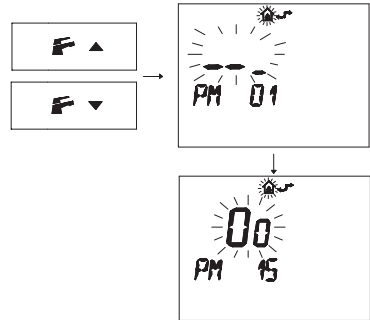

Figura 5.33
- Premere i pulsanti **F**▲ o **F**▼ per visualizzare la programmazione "**PM15**" abilitazione della sonda esterna (Figura 5.33).